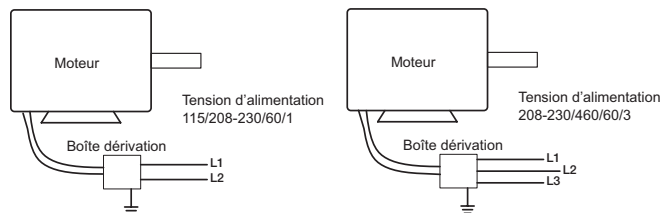

Figure 8
- Câbler le moteur pour la tension souhaitée conformément au schéma de câblage sur le moteur. Voir le schéma de câblage à la Figure 8.